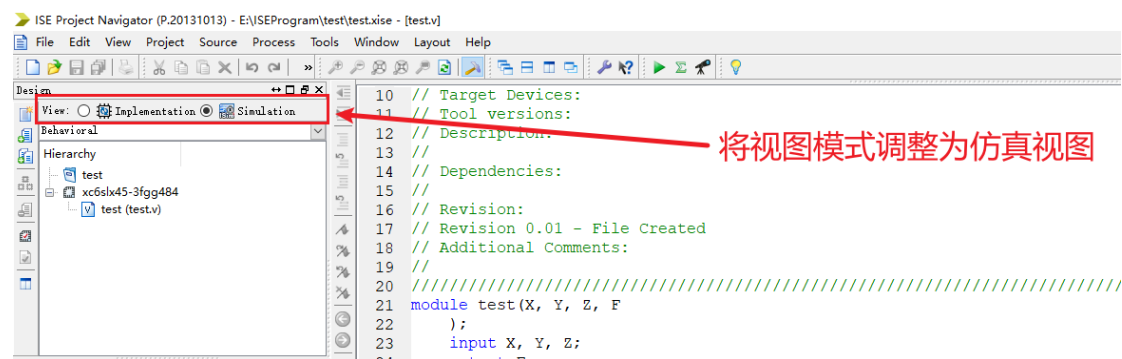

图 2-17 仿真视图模式
1) ISE 开发环境具有设计视图与仿真视图两种不同的显示模式，这两种模式在现实内容方面具有一定区别。准备模仿仿真工作时需要将显示模式更改为仿真视图，在工程目录窗口的顶部，将“View”视图选项卡中的选项由“Implementation”设计视图变为“Simulation”仿真视图，如图 2-17 所示。